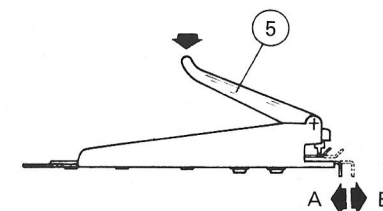

fig. 17
C) Posizionare la pinza (fig. 17), in posizione B. *Centrandosi con i suoi due piolini sulla pista di trascinamento della pellicola*, introdurre nel foro corrispondente al canale B e premere la leva (5).